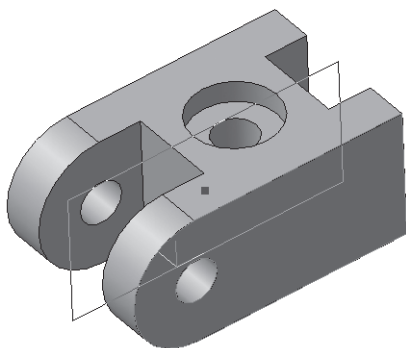

Рис. 231
- на Панели Свойств активизируйте переключатель **Обратное направление** в группе **Направление смещения** (рис. 231);